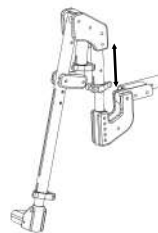

fig. 24: Inserimento/Disinserimento tubo poggia gamba
* Versione verticale elevabile e telescopica (fig. 24)